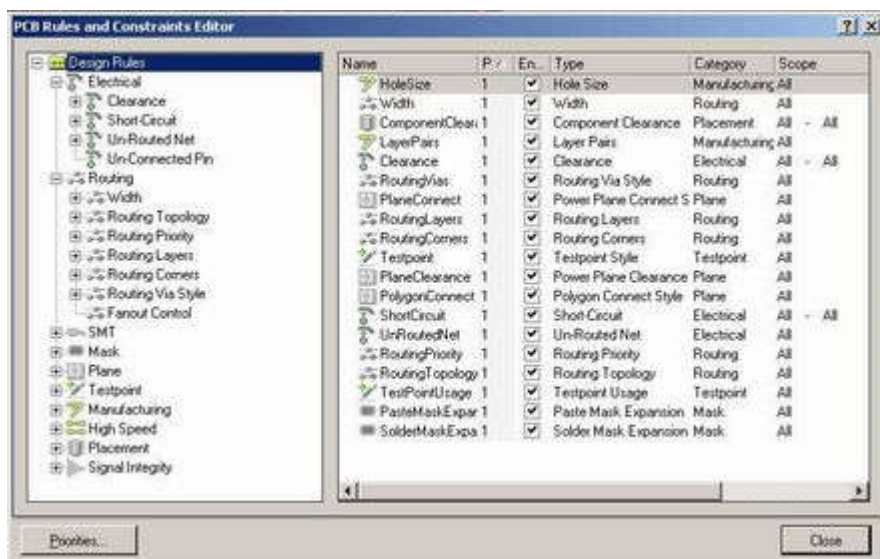

Рисунок 38 – Настройка правил проектирования.
3. Щелкнем левой кнопкой мыши на самой верхней строчке в этом списке (Design Rules). В списке справа будут перечислены абсолютно все заданные в проекте правила (рисунок 38).